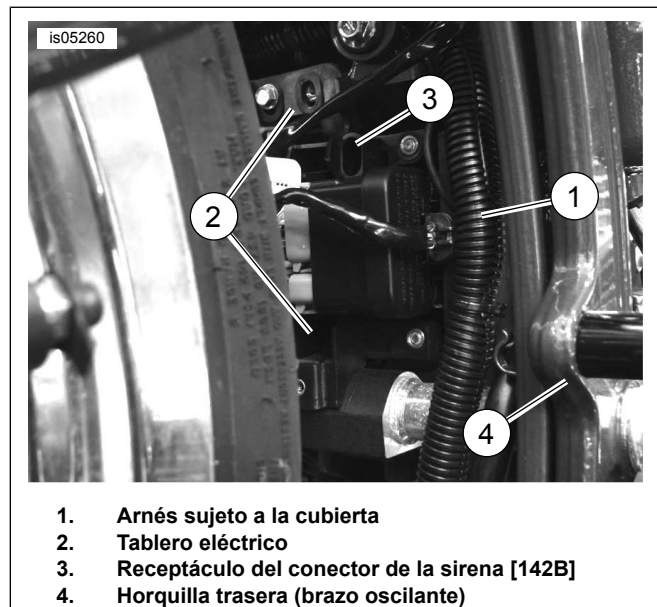

Figura 28. Tablero eléctrico (FXCW y FXCWC)
2. Vea la Figura 28. Desenganche el cableado (1) sujeto al lado derecho de la cubierta del compartimiento eléctrico (protector contra salpicaduras, ya retirada en la foto) hacia adelante de la rueda trasera. Quite los dos tornillos de cabeza hexagonal con arandelas sujetando la cubierta. Quite la cubierta del vehículo.
3. Quite el conector de la sirena [142B] del receptáculo (3) cerca de la parte superior del tablero eléctrico (2).